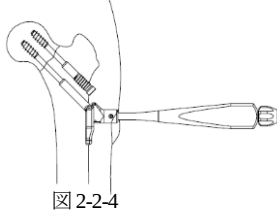

図 2-2-4
- 1) TLS プレートホルダーに選択したプレートを組み付けます。プレート遠位端を滑り込ませるように挿入し、フランジ型スライディングスクリューへ確実に接続させ、プレートを骨面に密着させます。(図 2-2-4)